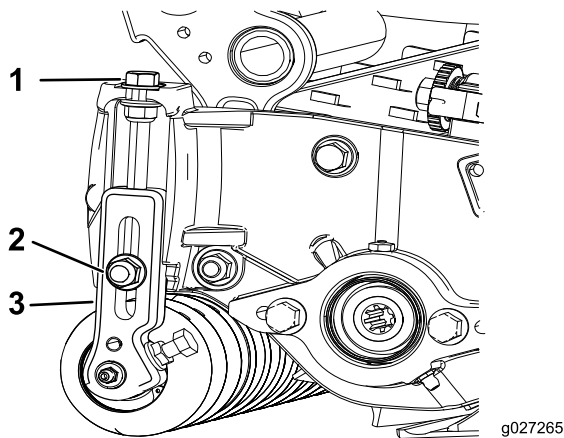

Figura 15
- 1. Allentate i dadi di bloccaggio che fissano le staffe di regolazione dell'altezza di taglio sulle piastre laterali dell'apparato di taglio (Figura 15).